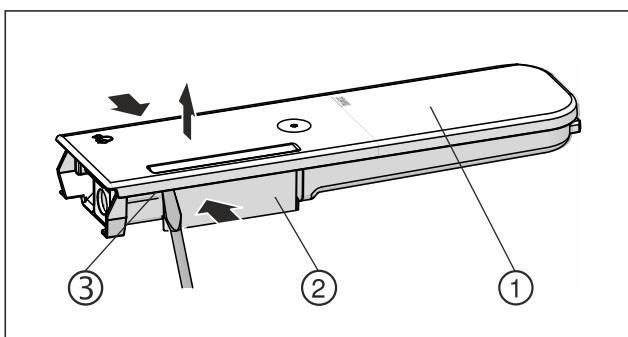

Fig. 146
- Presați rezervorul de apă Fig. 146 (2) împreună și trageți cu grijă capacul Fig. 146 (1) peste ciocurile opri-toare Fig. 146 (3) și trageți-l în sus.
- Mișcați ușor capacul Fig. 146 (1) înainte și înapoi și scoateți-l în sus.